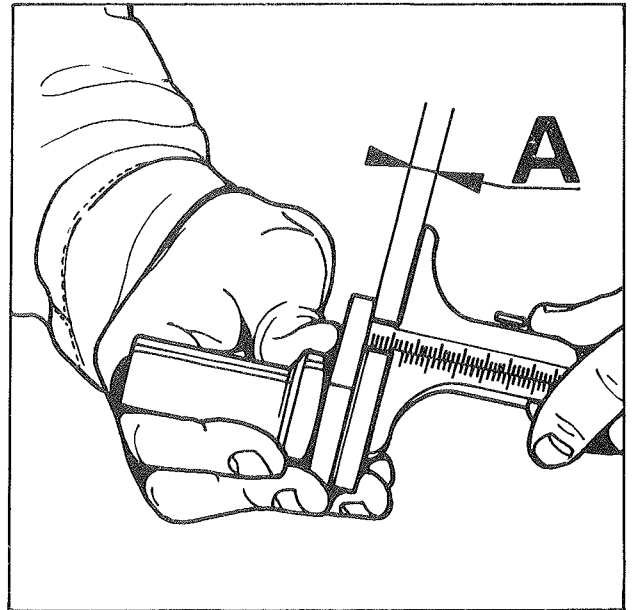

Fig. 2
- A l'aide d'une jauge de profondeur mesurer la cote (A) sur le support de butée (fig. 2).